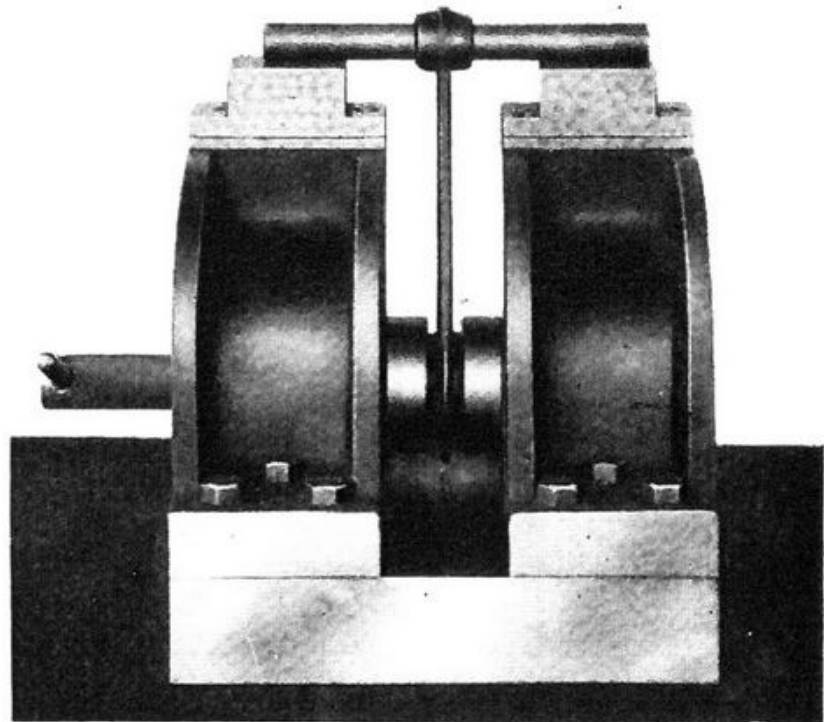
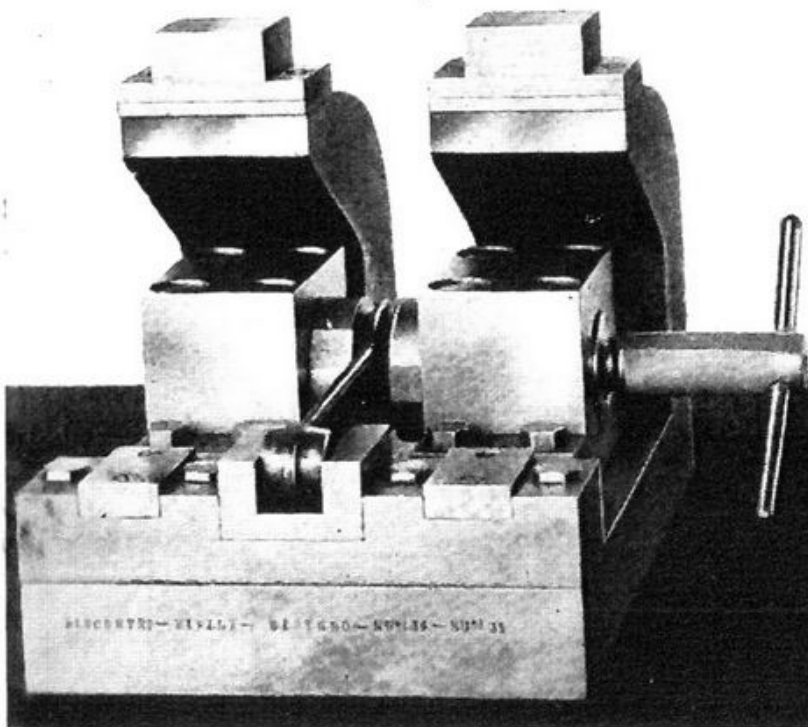

Fig. 33
Fig. 34
**N. 1.** Controllare il parallelismo di testa e piede con l'apposito apparecchio (**fig. 33**), che serve anche per verificare se la biella è diritta (**fig. 34**).